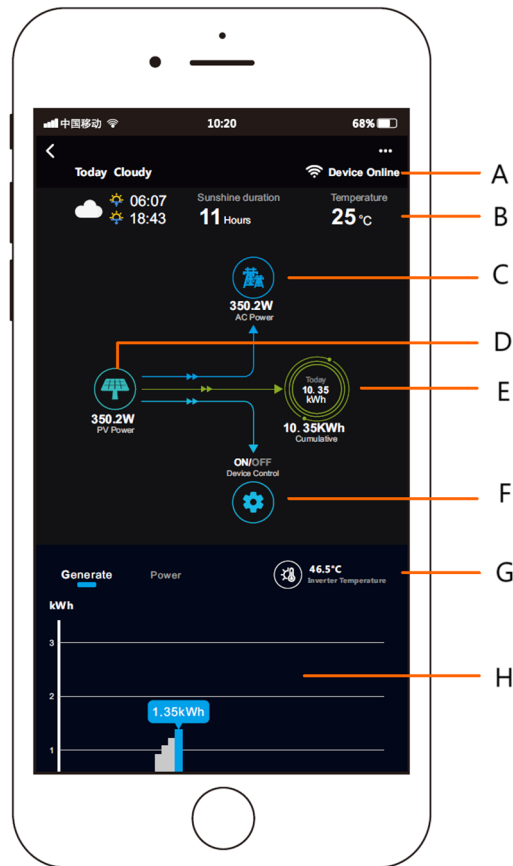

**Abbildung 3** **Abbildung 4**
- 3) Wenn Abbildung 3 angezeigt wird, geben Sie bitte das aktuell mit dem Mobiltelefon verbundene WLAN-Passwort ein und klicken Sie auf „Weiter“.